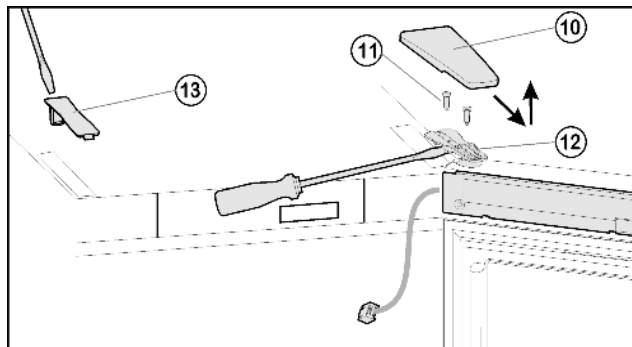
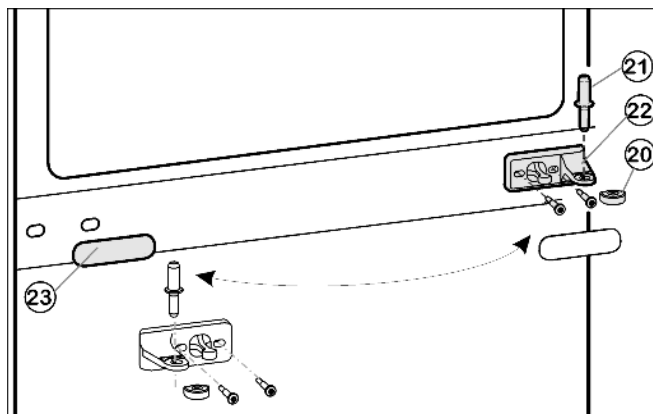
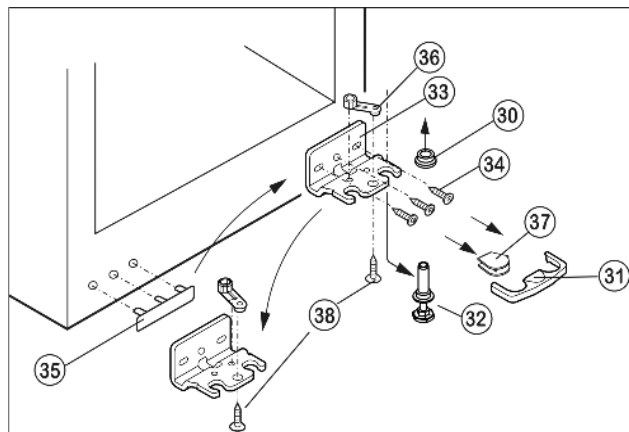

Fig. 5
Fig. 6
Fig. 7
- Крышку Fig. 5 (10) снимите движением вперед и вверх.
- Снимите крышку Fig. 5 (13).
- Полностью выверните винты Fig. 5 (11).
- Снимите дверцу вместе с опорным кронштейном Fig. 5 (12) и кабелем вверх. Для снятия, возможно, понадобится осторожно подцепить опорный кронштейн снизу шлицевой отверткой.
- Извлеките средний опорный палец Fig. 6 (21) из среднего опорного кронштейна Fig. 6 (22) и нижней дверцы.
- Пластмассовый колпачок Fig. 6 (20) снимите.
- Снимите средний опорный кронштейн Fig. 6 (22).
- Осторожно снимите накладку Fig. 6 (23).
- Прикрутите средний опорный кронштейн Fig. 6 (22) с поворотом на 180° на новую сторону шарнира (с моментом 4 Нм)
- Защелкните накладку Fig. 6 (23), повернув на 180°, на стороне, где теперь будет ручка.
- Предохранитель Fig. 7 (31) снимите движением вперед.
- Снимите крышку Fig. 7 (37).*
- Полностью вверните регулирующую опору Fig. 7 (32).
- Вытяните опорный палец Fig. 7 (32) вниз и вперед. При этом следите за гнездом шарнира Fig. 7 (30).
- Открутите опорный кронштейн Fig. 7 (33) (3 шт. Torx 25) Fig. 7 (34).
- Открутите опорную деталь Fig. 7 (36) (1 Torx 25) Fig. 7 (38) и, переставив в отверстие на противоположной стороне опорного кронштейна, снова прикрутите.
- Осторожно приподнимите и переставьте крышку Fig. 7 (35) со стороны ручки.
- Снова прикрутите опорный кронштейн Fig. 7 (33) на новую сторону шарнира (с моментом 4 Нм). При необходимости используйте аккумуляторный шурупверт.
- Установите крышку Fig. 7 (37) на противоположной стороне.*
- Предохранитель (31) нужно зафиксировать сбоку на кронштейне, чтобы опорный палец и двери были защищены от выпадения.
- ▶ Снова защелкните предохранитель (31) на опорном кронштейне.
- ▶ Наденьте гнездо шарнира Fig. 7 (30).
- ▶ Установите дверцу сверху на нижний опорный палец Fig. 7 (32).
- ▶ Снова наденьте пластмассовый колпачок Fig. 6 (20) на средний опорный кронштейн Fig. 6 (22).
- ▶ Вставьте средний опорный палец Fig. 6 (21) через средний опорный кронштейн Fig. 6 (22) в нижнюю дверцу.
- ▶ Установите верхнюю дверцу на средний опорный палец Fig. 6 (21), закройте дверцу и установите верхний опорный кронштейн Fig. 5 (12) так, чтобы он защелкнулся в верхней стороне устройства.
- ▶ Закрутите опорный кронштейн Fig. 5 (12) (с усилием 4 Нм). При необходимости сделайте отверстия или используйте аккумуляторную отвертку.
- ▶ Защёлкните крышку Fig. 5 (10) и крышку Fig. 5 (13).
- ▶ При необходимости выравнивайте дверцу через два продольных паза в нижнем опорном кронштейне Fig. 7 (33) и среднем опорном кронштейне Fig. 6 (22) параллельно корпусу устройства. Для этого выкрутите средний винт на нижнем опорном кронштейне Fig. 7 (33).